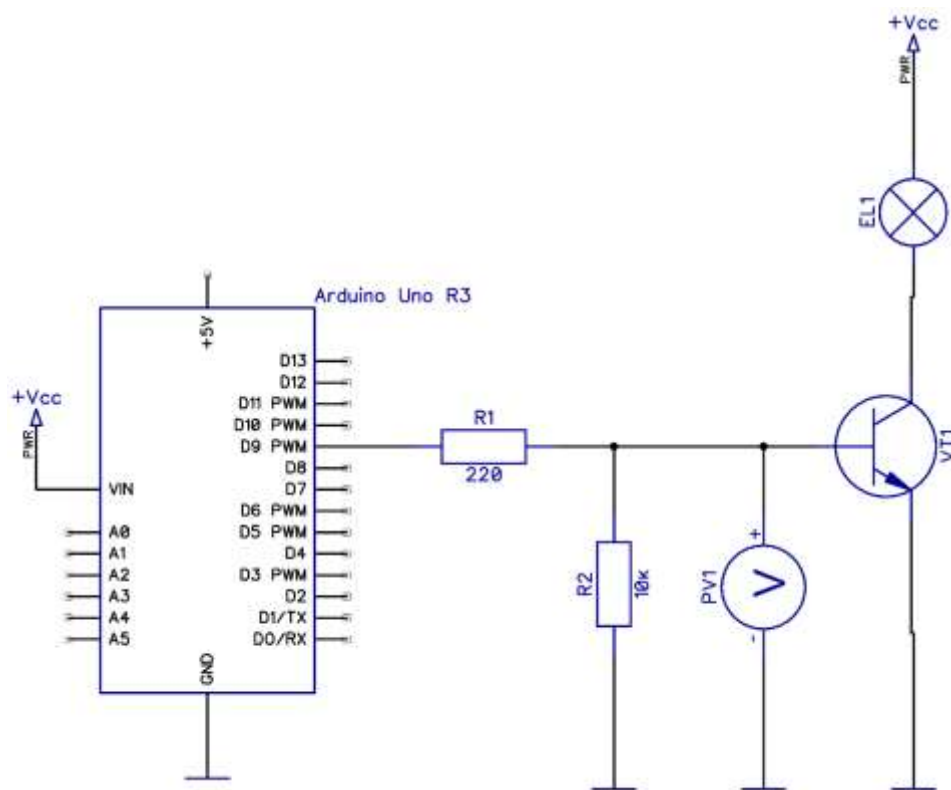

Рис. 9. Тестирование лампы накаливания
13.1. При первом измерении школьник подключил вольтметр между базой и эмиттером транзистора (Рис. 9).